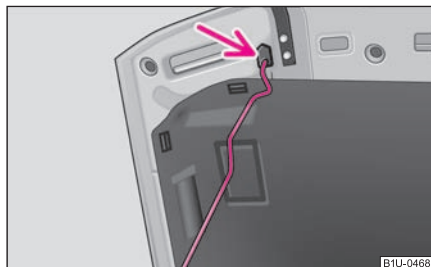

Fig. 150 Asigurarea capotei motorului cu tija de susținere
- Ridicați tija din suport și introduceți-o în orificiul prevăzut pentru aceasta → pagina 156, fig. 150.